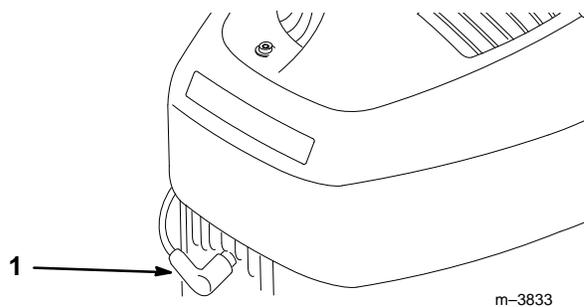

Figure 25
4. Visser la bougie à la main puis la serrer à 20 N·m (180 po.-lbs - 15 pi.-lbs) (Fig. 25).
5. Une fois l'entretien terminé, rebrancher le fil de bougie (Fig. 25).
1. Débrancher le fil de bougie (Fig. 25).